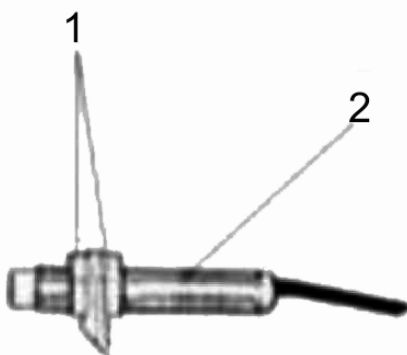

Рисунок 7.5
Ослабьте гайку (1) регулятора максимальной высоты подъема (2) и настройте ее на желаемую высоту (рисунок 7.5). После затяните гайку.